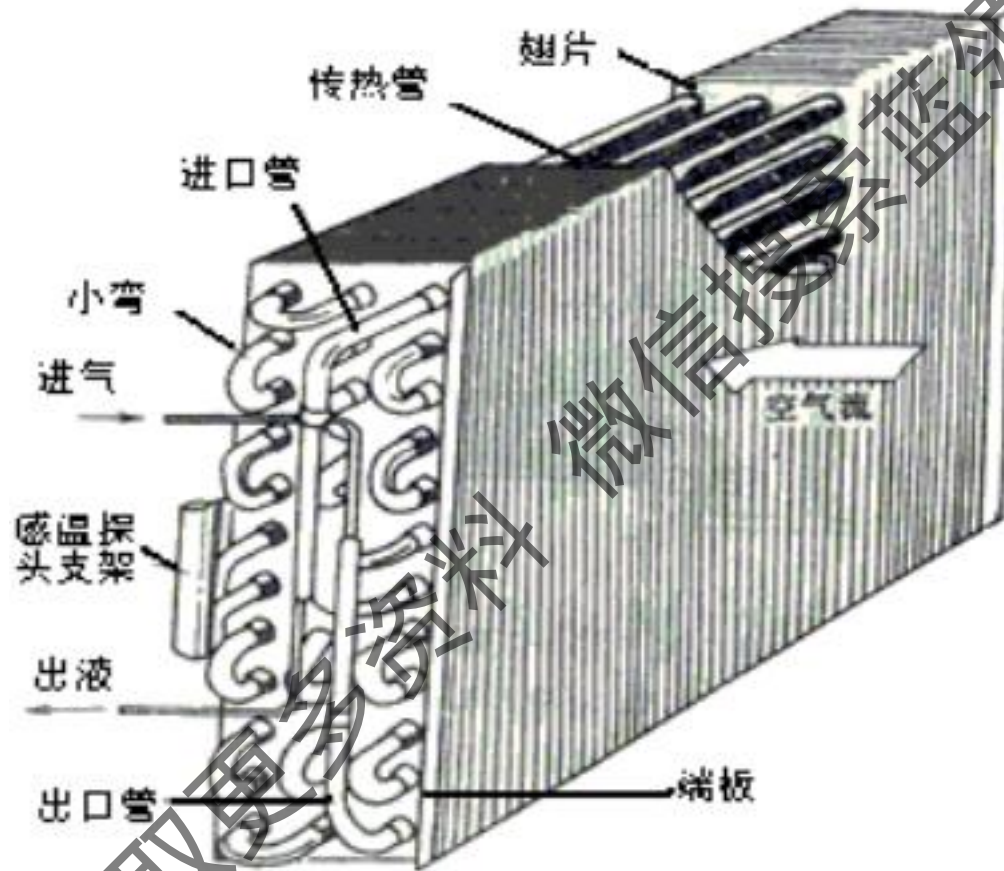

图1 管翅式冷凝器示意图
- ❁ 强制对流空气冷却式冷凝器都采用铜管穿整体铝片的结构（因此又称管翅式冷凝器）。其结构组成主要为——U形弯传热管、翅片、小弯头、分叉管、进（出）口管以及端板等（如图1）